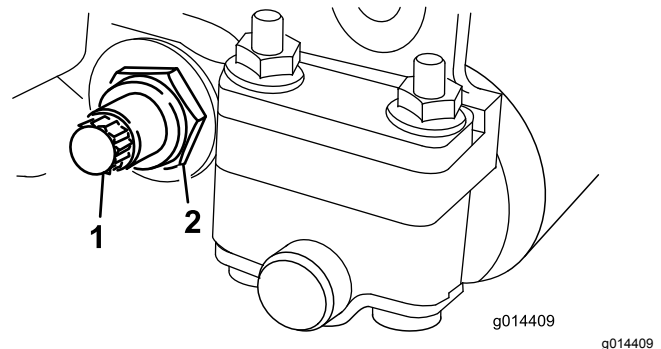

Figure 21
3. De chaque côté de la machine, desserrez le contre-écrou de fixation du boulon de la barre d'appui (Figure 21).
4. Retirez les boulons de la barre d'appui afin de pouvoir abaisser la barre et la déposer du plateau de coupe (Figure 21).